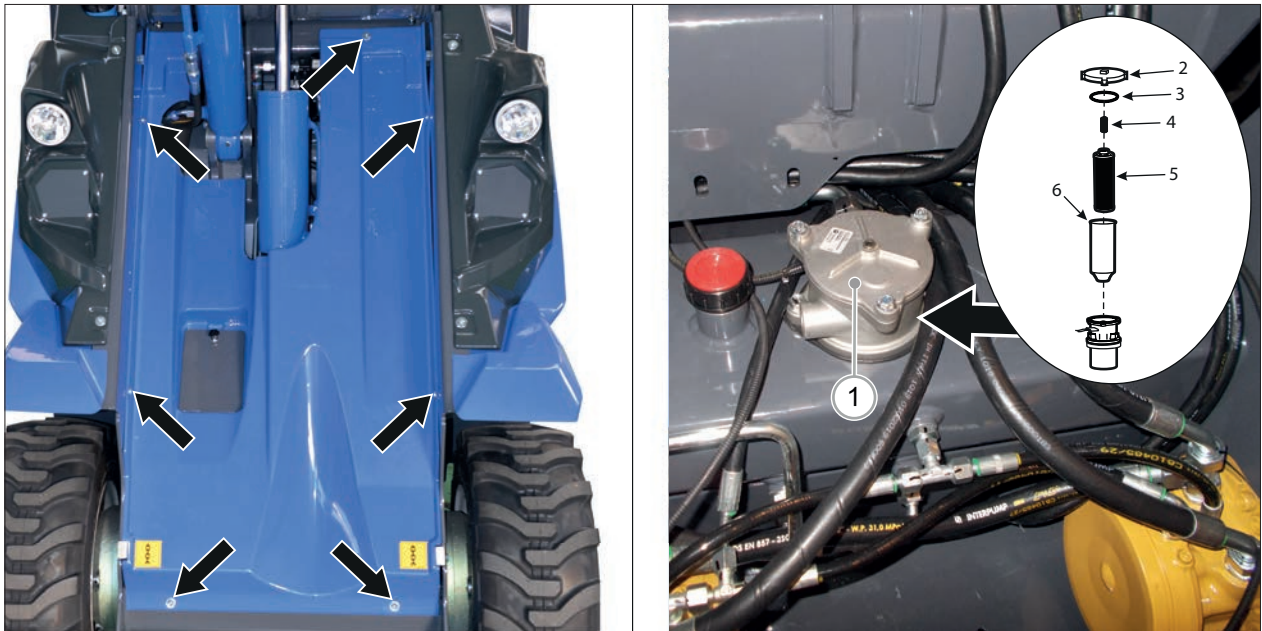

РИС. 44
- Снимите переднюю панель, ослабив винты крепления к раме (см. РИС. 44).
- Снимите крышку фильтра, повернув ее. Может потребоваться использовать гаечный ключ (РИС. 44 – Сс. 1).
- Снимите пружину (РИС. 44 – Сс. 4) и фильтрующий элемент (РИС. 44 – Сс. 5) с пластиковой втулки (РИС. 44 – Сс. 6).
- Установите на место крышку фильтра (РИС. 44 – Сс. 2) и закрепите ее.